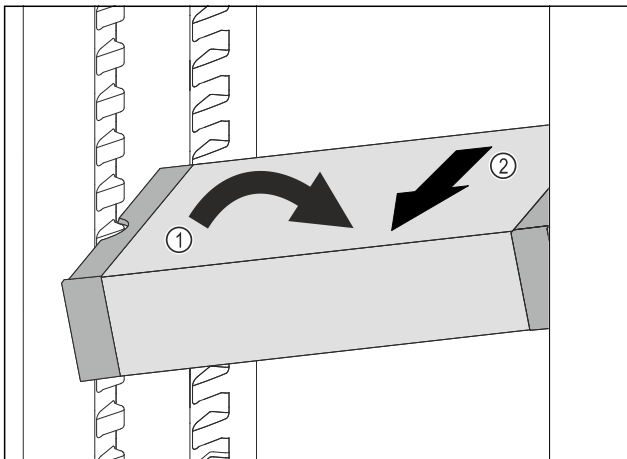

Fig. 93
- ▶ VarioSafe in het koelgedeelte schuin zetten. Fig. 93 (1)
- ▶ VarioSafe naar voren toe verwijderen. Fig. 93 (2)